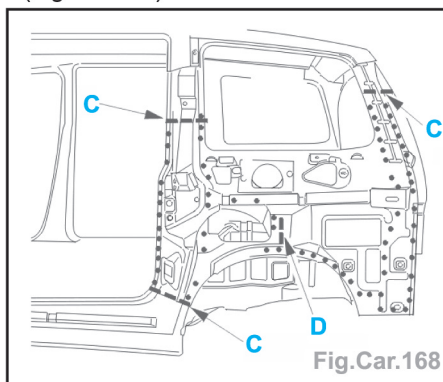

Fig.Car.168
- Souder par cordons successifs au MIG (suivant **C**) et meuler les cordons (Fig.Car.168).